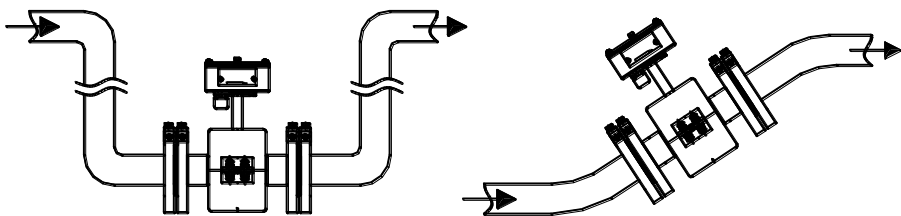

Рис.8.2
8.2.2 В месте установки ППР в трубопроводе не должен скапливаться воздух. Наиболее подходящее место для монтажа – нижний или восходящий участок трубопровода (см. рис.8.2).